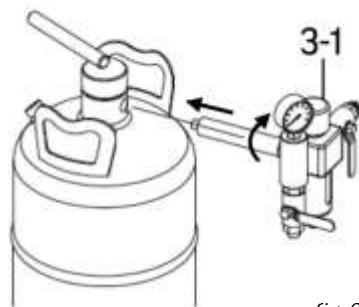

fig. 3
5. Vissez l'ensemble d'entrée d'air qui est maintenant assemblé (n° 3-1) dans le haut du réservoir (fig. 3).